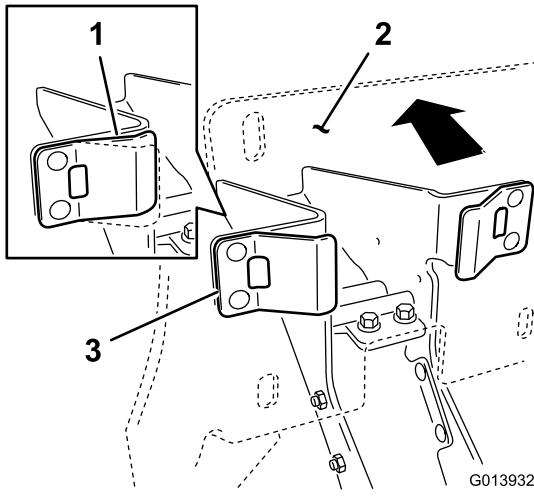

Figura 8
1. Accertandovi che i dispositivi di arresto in plastica siano a contatto con le linguette della molla, esercitate una pressione sul gruppo contropiastra della base sufficiente a comprimere le linguette delle molle a metà corsa (Figura 8).